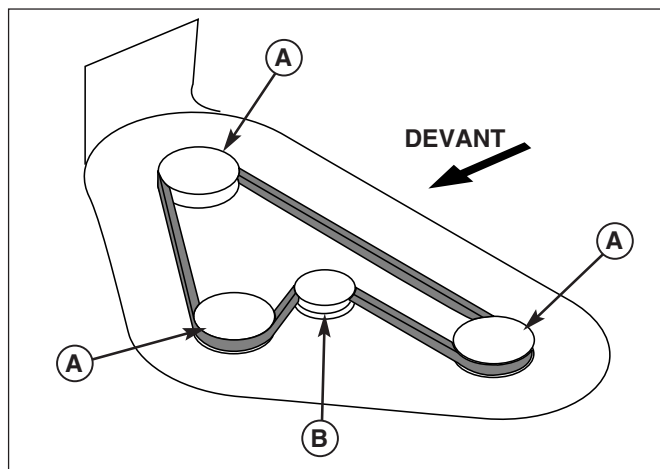

Figure 65. Acheminement de la courroie de tondeuse - Tous les modèles
6. Installer la nouvelle courroie comme illustré à la figure 65. Veiller à ce que le côté trapézoïdal de la courroie s'engage dans les gorges de la poulie d'arbre (A) et que son côté plat se trouve contre le galet tendeur (B).